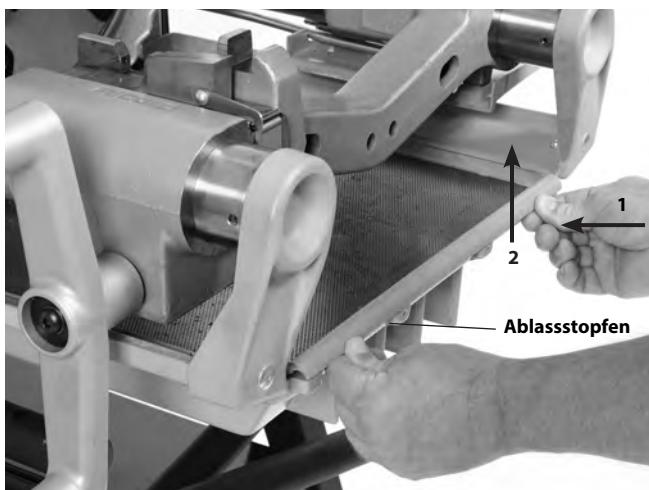

Abbildung 29 – Entfernen der Späneauffangschale
Drücken Sie die Späneauffangschale zum Entfernen in Richtung des vorderen Spannfutters (1) und heben Sie sie an (2) (*siehe Abbildung 29*).